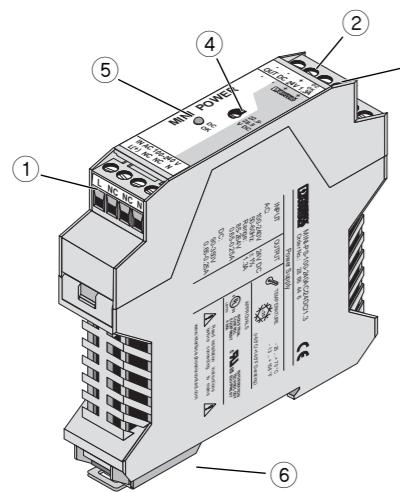
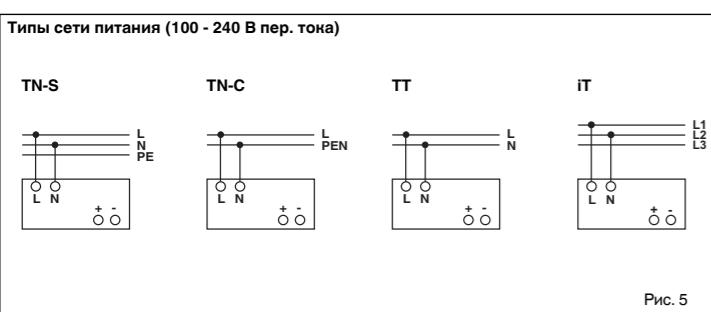

Рис. 1
Рис. 5
1. Общий вид устройства, клеммы, разъемы, элементы управления (рис. 1):
- ① Вход переменного тока: Входное напряжение 85 - 264 В пер. тока, частота 45 - 65 Гц
- ② Выход постоянного тока: Выходное напряжение 24 В пост. тока (предварительная настройка), настраивается с помощью потенциометра ④ от 22,5 до 28,5 В пост. тока
- ③ Активный переключающий выходной контакт DC OK
- ④ Потенциометр 22,5 - 28,5 В пост. тока
- ⑤ Контрольный индикатор DC OK, зеленого цвета
- ⑥ Универсальное монтажное основание с защелками, для рейки EN-типа
4. Вход (①, рис. 1, рис. 5)
5. Выход (②, рис. 1, рис. 5)